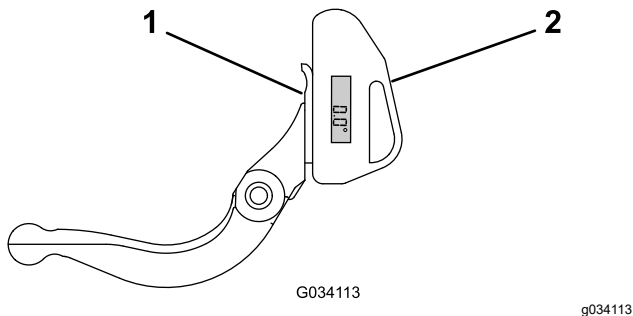

Рисунок 24
1. Розмістіть індикатор кута на нижній стороні протиножа, як показано на Рисунок 24.